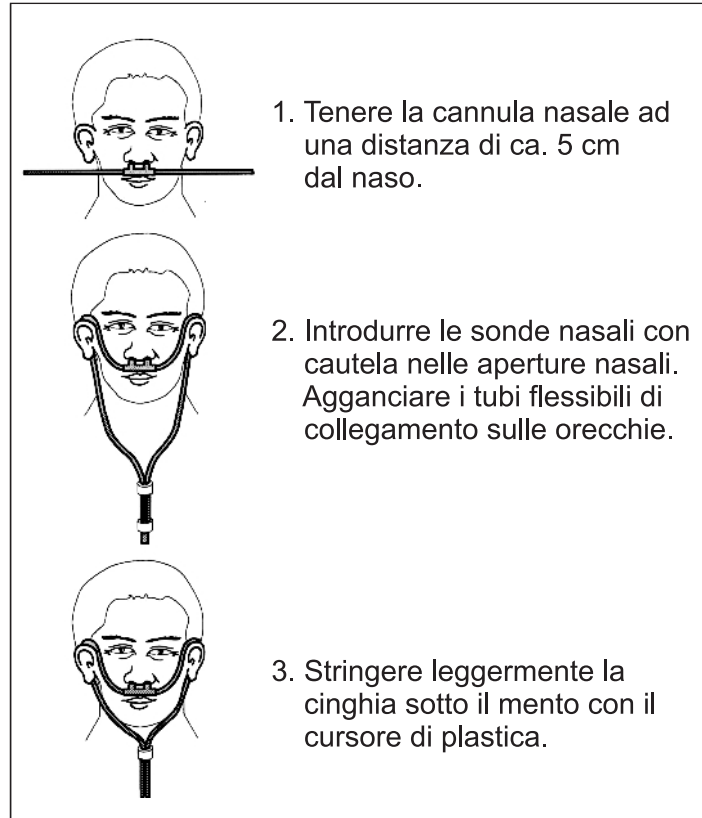

Figura 8: Indossare la cannula nasale
3. Attivare l'unità di comando OXYJET con il tasto (1). Premendo più volte i tasti (1) o (4) è possibile modificare il programma visualizzato dal display.
4. Indossare la cannula nasale come illustrato nella figura 8.